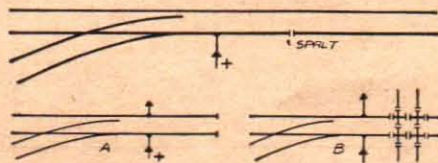

Fig. 2
FIGUR 1: Koppla aldrig en matarledning (+) på en skena, som leder direkt till eller från hjärtstycket i en växel, i detta fall ingen ledning till innerskenorna (A) Se stället fig. 2, 3 eller 6.